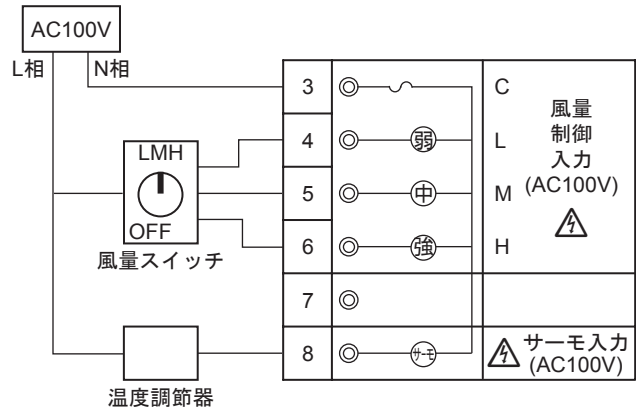

図5
- * 形番DY1002A1010の「サーモ入力」の配線は、『図5』に従って外線を接続してください。